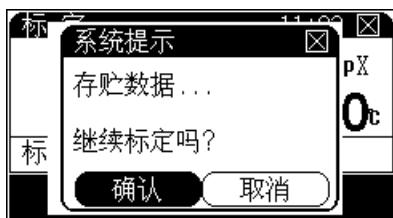

图 17
- 4 稍后，仪器提示用户“继续标定吗？”，显示如图 17，如果用户有其他的标准溶液需要标定，则可按“确认”键，然后重复前面的步骤标定其他标准溶液，直至标定结束！